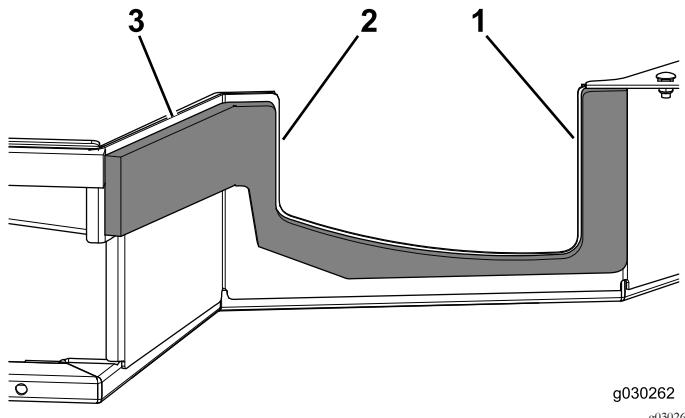

Figura 11
- 6. Utilize as medições indicadas em Figura 11 para colocar o vedante.